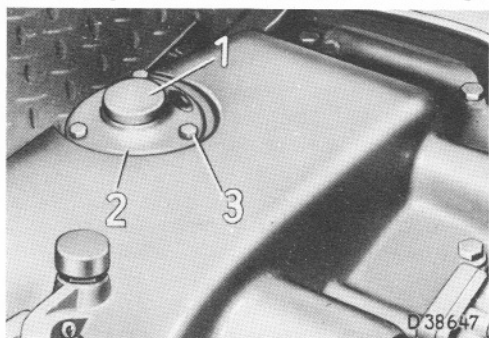

Figure 162 :
a) Le moteur étant à l'arrêt desserrez les vis hexagonales 3 (fig. 162) et enlevez le filtre (fig. 163).